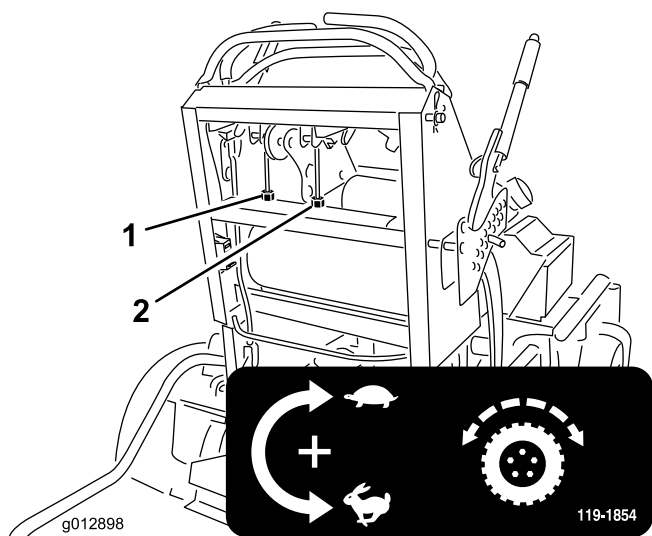

Figure 55
4. Tournez le dispositif de réglage du câble droit pour placer la commande de déplacement droite au centre de la fente de verrouillage au point mort du panneau de commande. Tournez ensuite le dispositif de réglage gauche d'un quart de tour à la fois jusqu'à ce que la machine avance en ligne droite (Figure 55).